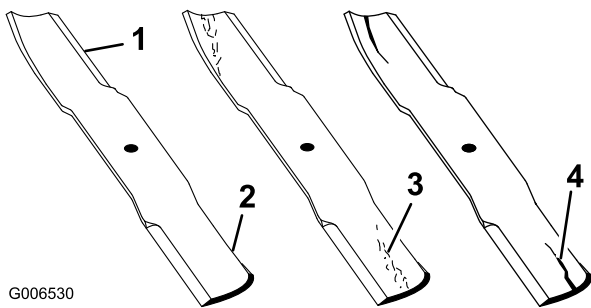

Figura 45
1. Inspeccione los filos de corte (Figura 45). Si los bordes no están afilados o tienen muescas, retire las cuchillas y afílelas; consulte Afilado de las cuchillas (página 40).
2. Inspeccione las cuchillas, especialmente la parte curva (Figura 45). Si observa daños, desgaste o la formación de una ranura en esta zona (elemento 3 en la Figura 45), instale inmediatamente una cuchilla nueva.